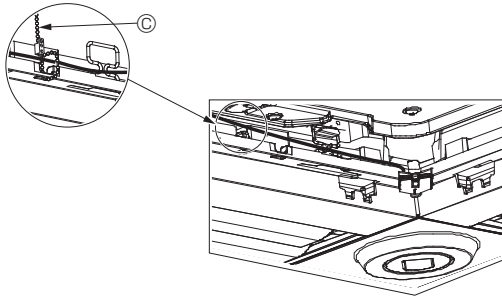

Fig. 10-12
- Fixez les fils du capteur i-See et du récepteur de signal au panneau à l'aide des fixations, comme indiqué sur le schéma, de sorte qu'il n'y ait pas de mou au niveau des fils, puis coupez le fil qui dépasse aux extrémités de la fixation. (Fig. 10-12)
- Si la position du capteur i-See a été permutée de la position "○" (E) à la position "□" (F), changez le réglage des fonctions. (Voir page 12.)